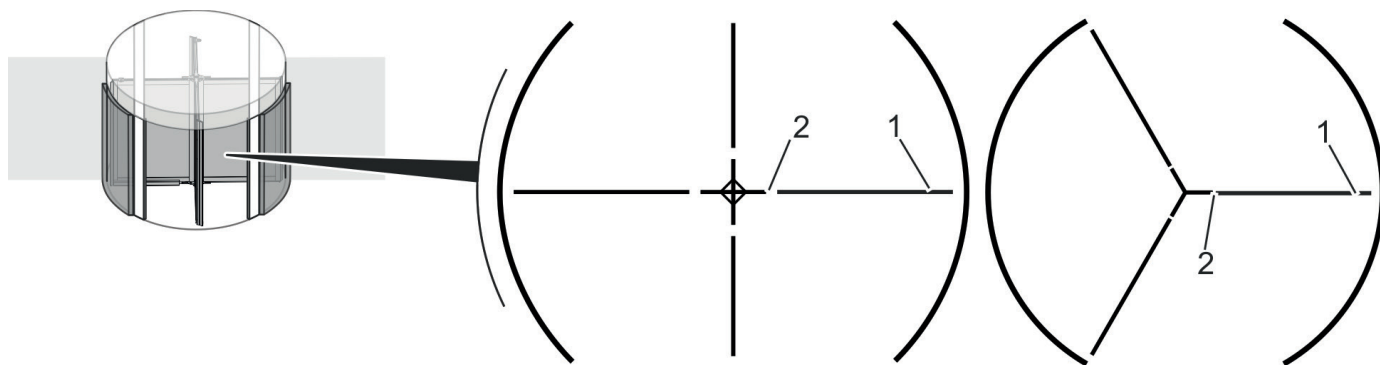

Рис. 13 Дверное полотно в исходном положении (4 и 3 полотна)
3. Ослабьте фиксатор откидного дверного полотна (Рис. 13 /2), вращая ручки верхней и нижней фурнитуры (Рис. 13/1) в обратном направлении.
- » Теперь дверное полотно находится в исходном положении (Рис. 13).